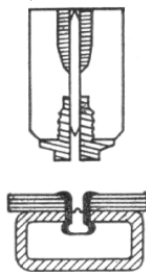

Fig. 5 – acione o interruptor de acionamento
- d) Acione o interruptor do rebitador (2), quantas vezes for necessário, até o rompimento do mandril do rebite. Dessa forma, a rebiteagem estará concluída (fig.5).